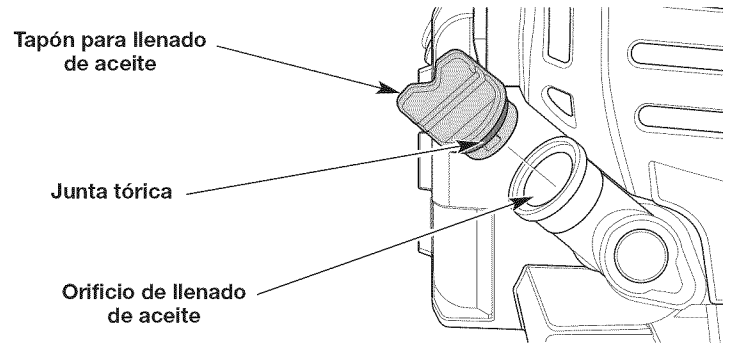

Fig. 8
4. Desenrosque el tapón de llenado de aceite (Fig. 8).
5. Vierta todo el contenido de la botella dentro del orificio de llenado de aceite (Fig. 8). **NO** llene el depósito en exceso. Consulte *Control del nivel de aceite*.
**NOTA:** Compruebe que la junta tórica esté en su lugar en el tapón de llenado de aceite (Fig. 8).